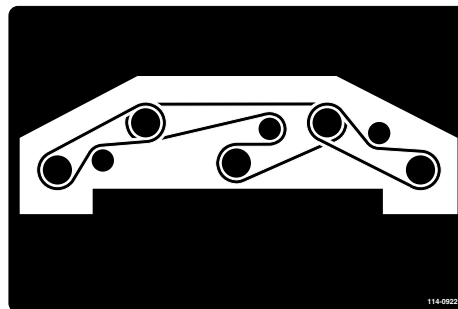

Figura 116
8. Infilate la nuova cinghia attorno alle pulegge del mandrino e al gruppo puleggia tendicinghia (Figura 116).